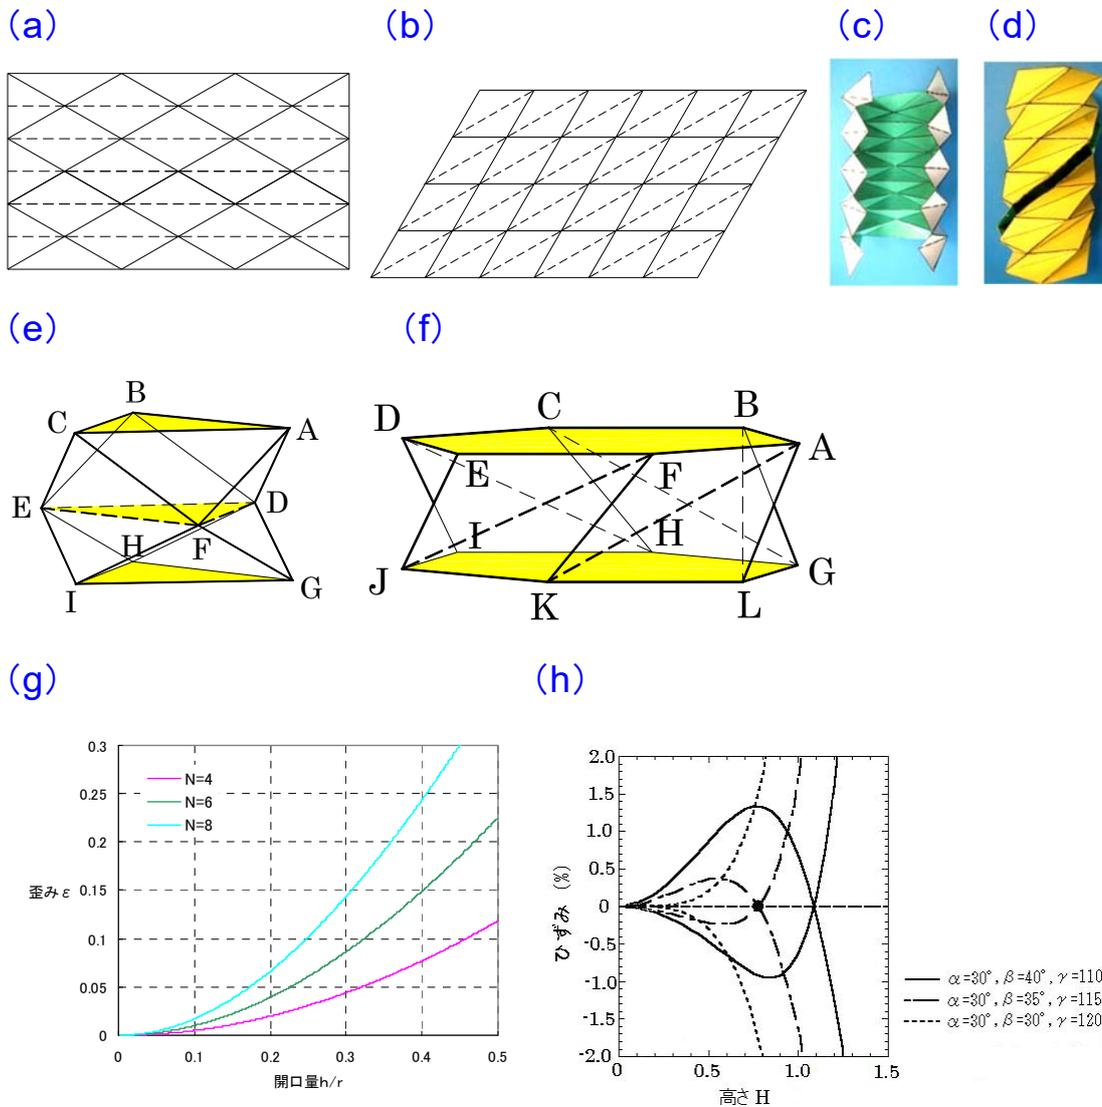

図9 (a) 対称型折り畳み円筒の展開図 (b) 螺旋型折り畳み円筒の展開図
5.1.1で円筒の対称型折り畳み、5.1.2で螺旋型折り畳みについて述べました。この中で、同じ要素形状からできている図9(a)の対称型と図9(b)の螺旋型を左右端面を糊付けせずに折るとそれぞれ図9(c)、(d)のようになります。螺旋型は端面の隙間がほとんどなく容易に糊付けできますが、対称型は隙間が大きく開き、伸びた状態で糊付けするのは不可能です。完全に折り畳んだ状態では端が閉じるので糊付けできます。このことから端面を糊付けすると対称型円筒は展開が困難ですが、螺旋型円筒は展開が容易であることが分かります。この差が生じる原因を幾何学的側面から探ってみます。
このように対称型の場合でも、螺旋型の場合でも不正定次数 $m=0$ となり、部材が剛体であれば、安定で形が変わらない静定な構造となります。では、なぜ螺旋型の方が展開が容易なのか？ですが、これは、部材が剛体であるとしたところに原因があると考えられます。そこで、部材を弾性体として評価し直します。計算を簡単にするために構造の水平面部、すなわち図9(e)、(f)において黄色で色付けしてある部分を剛体とし、斜めの部材だけを弾性体とします。
(iii) 対称型の場合：図9(e)に示すように、水平面部は回転することなく上下します。2面間の距離を $h$ 、上方から見たとき $\triangle ABC$ と $\triangle DEF$ で構成される正六角形の外接円の半径を $r$ とします。 $h/r$ に対する斜め部材の歪を求めると図9(g)のようになり、折り畳まれた状態では無歪ですが、上方に伸ばすにつれて歪が急激に増加し続けることが分かります。
(iv) 螺旋型の場合：図9(f)の上面(節点A~L)のみを考えます。下面の正六角形(GHIJKL)を固定すると上面の正六角形(ABCDEF)は円筒面上を回転しながら上下します。2面間の距離を $H$ とします。上下面に挟まれた斜め方向の部材は弾性体としているので伸縮すると考えられ、この時の歪を計算すると図9(h)のグラフが得られます。この図から $\beta=35^\circ$ や $30^\circ$ の場合は極めて小さな歪で回転しながら移動できることが分かります。